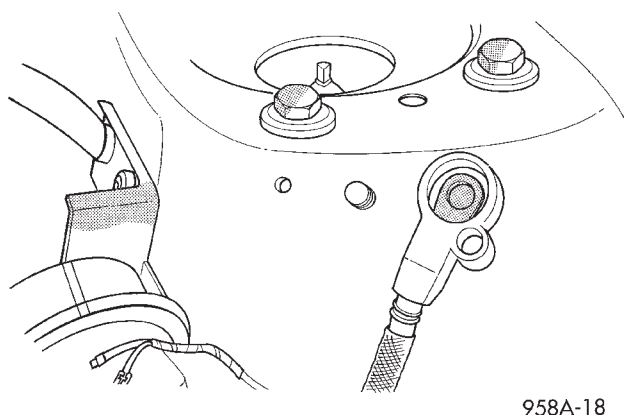

Fig. 71 Localización del terminal a distancia del cable negativo de la batería
(1) Desconecte el cable negativo del terminal de puente a distancia de la batería (Fig. 71).